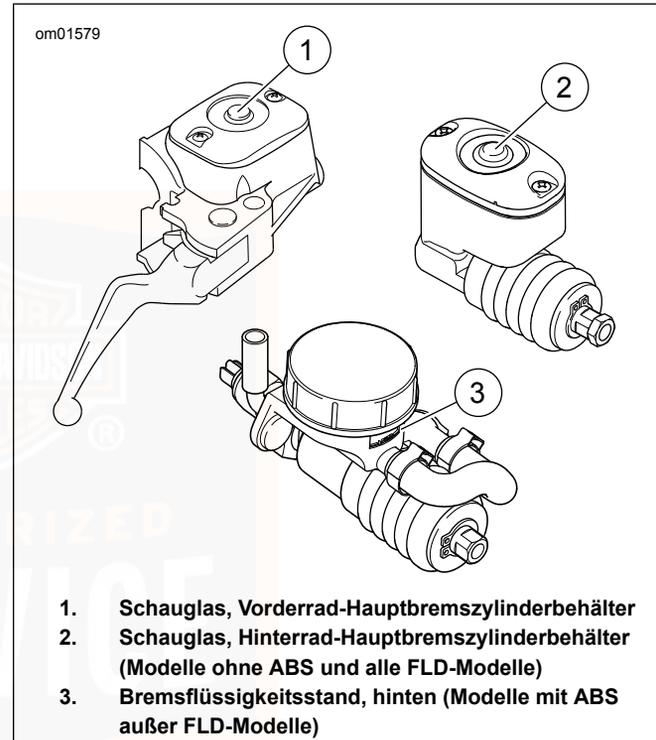

Abbildung 33. Bremsflüssigkeits-Hauptzylinder
1. Siehe Abbildung 33. Durch das Schauglas im vorderen und hinteren Bremsflüssigkeitsbehälter blicken, um zu prüfen, ob Bremsflüssigkeit vorhanden ist. Bei Bedarf den Lenker zu beiden Seiten drehen oder das Fahrzeug leicht schütteln, um die Flüssigkeit zu bewegen.